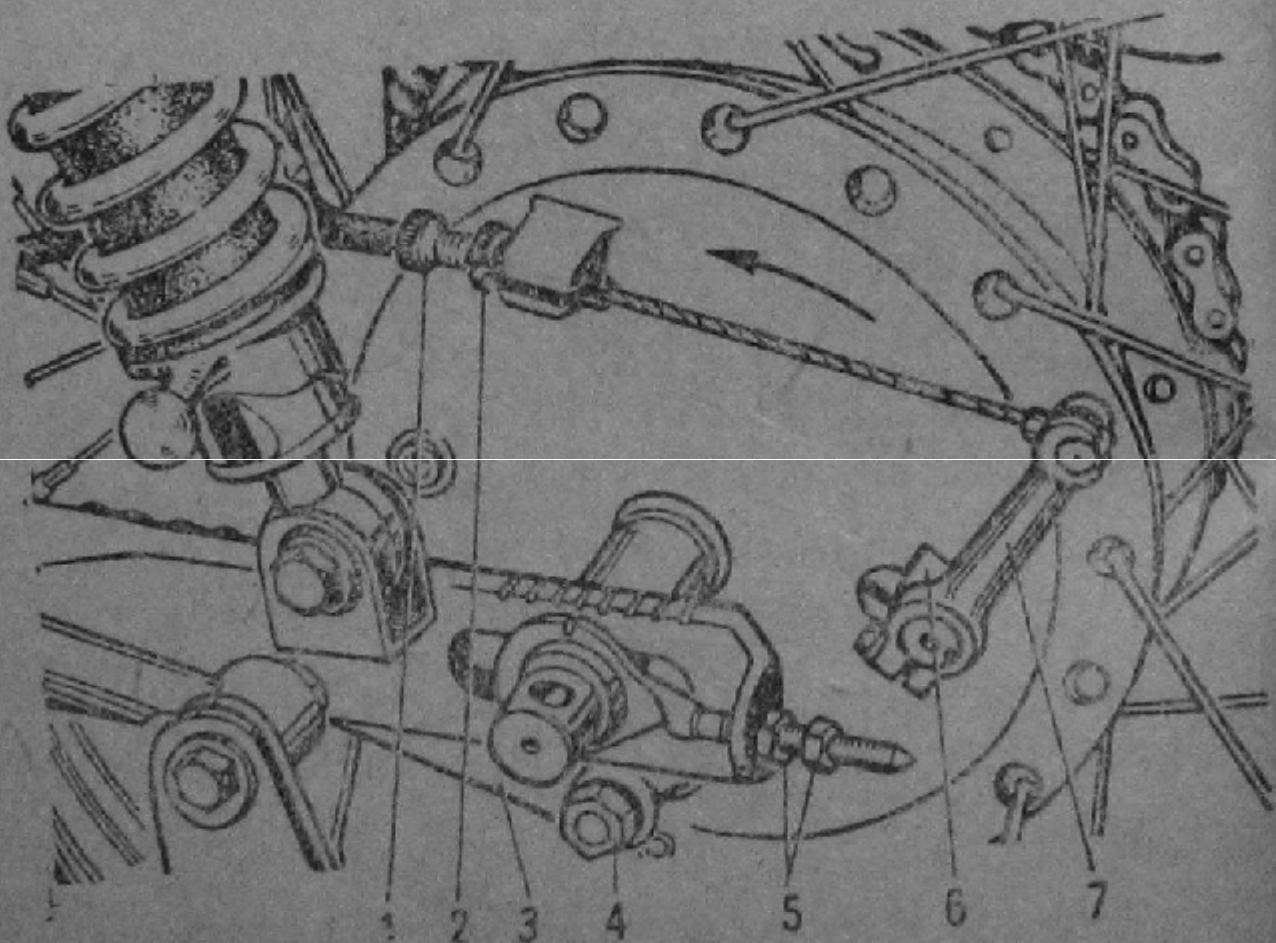
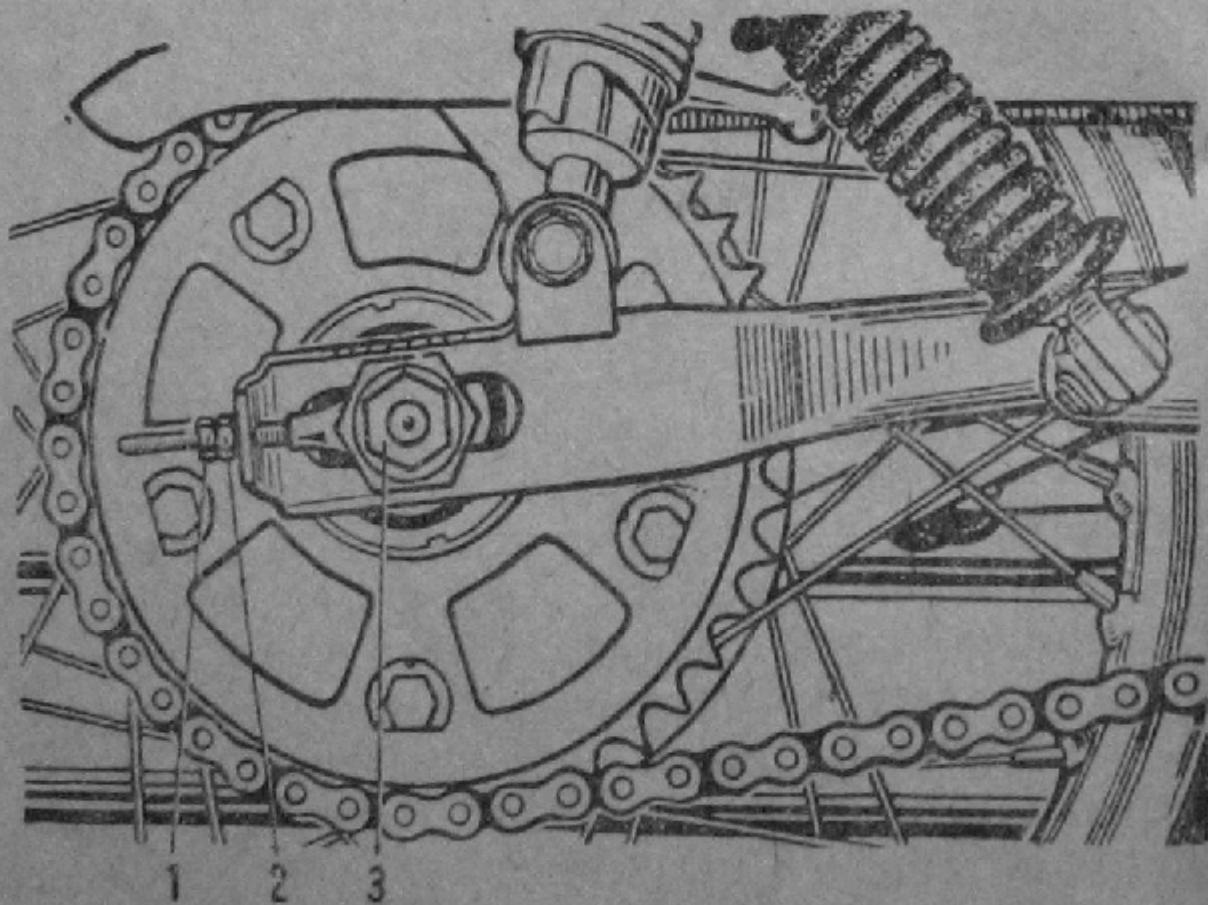

Рис. 16. Снятие заднего колеса и регулировка тормоза заднего колеса:
Рис. 18. Цепь привода заднего колеса:
Для снятия заднего колеса (рис. 16):
Регулировку тормоза заднего колеса (рис. 16 и 17) производите винтом 1. Предварительно ослабьте контргайку 2, поворотом винта доведите свободный ход конца рычага ножного тормоза до 10...15 мм, после чего завинтите контргайку 2.
- ослабьте гайки 5 (рис. 16) крепления реактивной тяги;
- ослабьте гайку 3 и ось колеса (резьба левая) (рис. 18);
- окончательно закрепите ось колеса, гайку 3, контргайки 1 (рис. 18) и гайки 5 (рис. 16) крепления реактивной тяги.